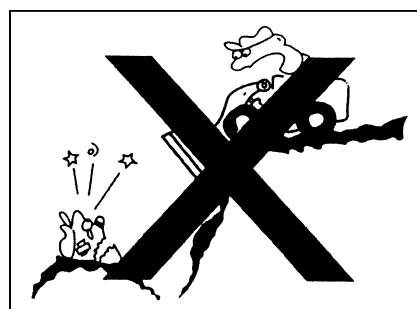

Рис. 1-96
- При строительстве дамбы или толкании грунта или засыпке грунта на скалу, сначала выпустить одну кучу, потом толкать первую кучу с помощью второй кучи (рис. 1-96).